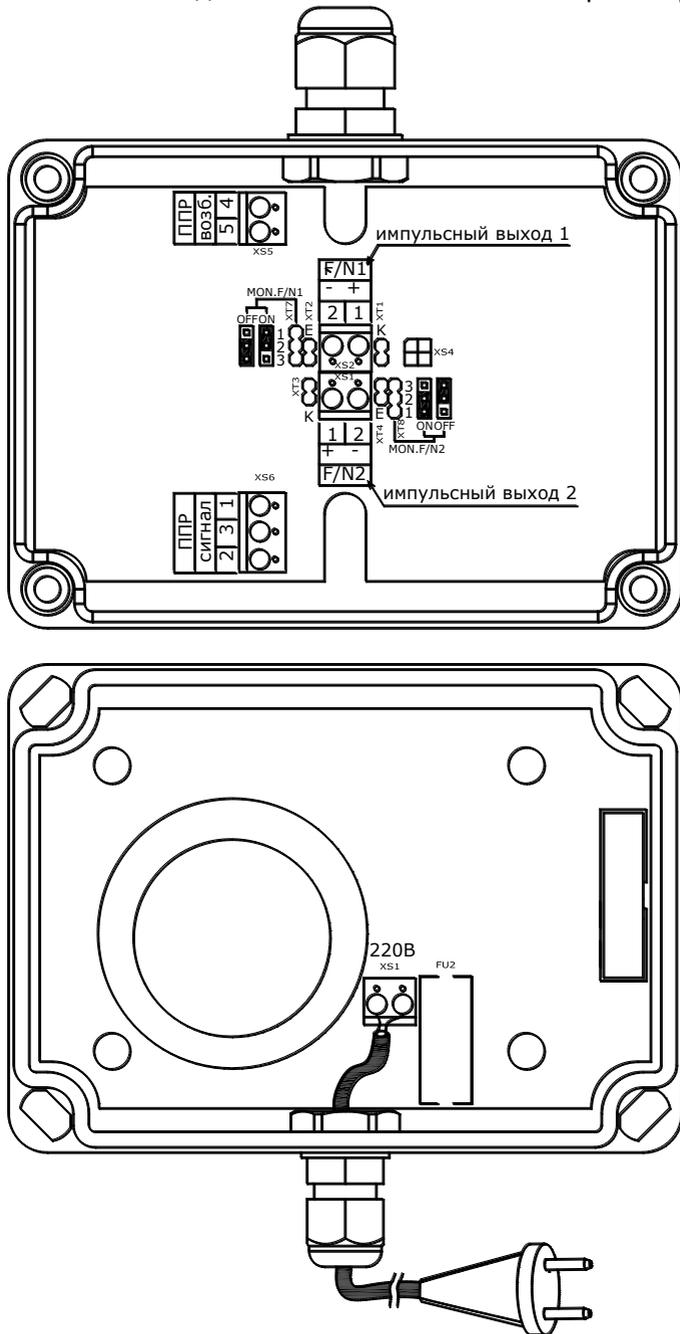

Рис. 8.8
8.4.1 Для проведения монтажа линий связи необходимо отвернуть 4 винта на передней панели ППМ и снять переднюю панель. После этого освобождается доступ к разъемам и клеммникам для подсоединения внешних цепей. Внешний вид расходомера со снятой верхней крышкой приведен на рис. 8.8.
8.6.2 Конфигурация выходных каскадов выбирается посредством установки/снятия джамперов на плате коммутации (см. рис. 8.8, таблица 8.2):
8.7.2 Установка контроля обрыва линии импульсного выхода осуществляется путём установки в требуемое положение джампера **ХТ7** для канала **G1**, **ХТ8** для канала **G2** (см. рис. 8.8):